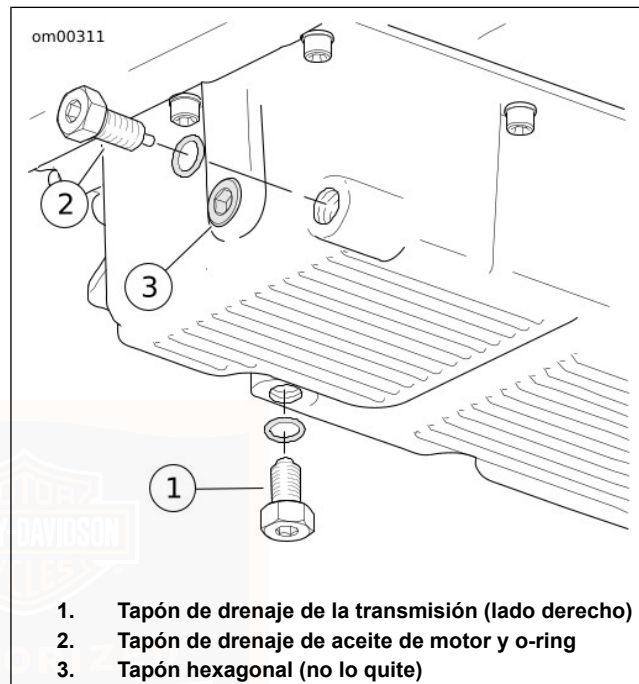

Figura 51. Colector de aceite
3. Vea Figura 51. Quite el tapón de drenaje de aceite (2). No quite el tapón hexagonal (3) o el tapón de drenaje de la transmisión (1). Deje que el aceite drene completamente.